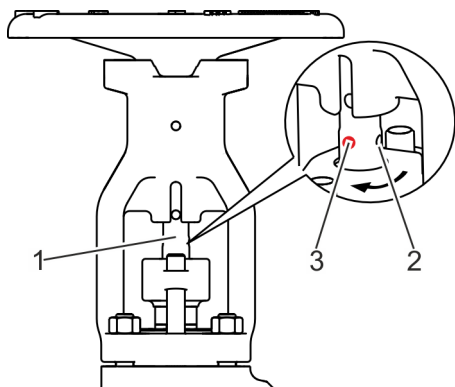

Fig. 41: Gire el husillo 90 grados
4. ➤ Introduzca la herramienta de desmontaje en el orificio (Fig. 41/2).
5. ➤ Gire el husillo (Fig. 41/1) 90° para que el orificio (Fig. 41/2) quede orientado hacia delante (Fig. 41/3).
6. ➤ Evite el giro del husillo (Fig. 41/1) introduciendo la herramienta de desmontaje en el orificio (Fig. 41/3) orientado hacia delante.